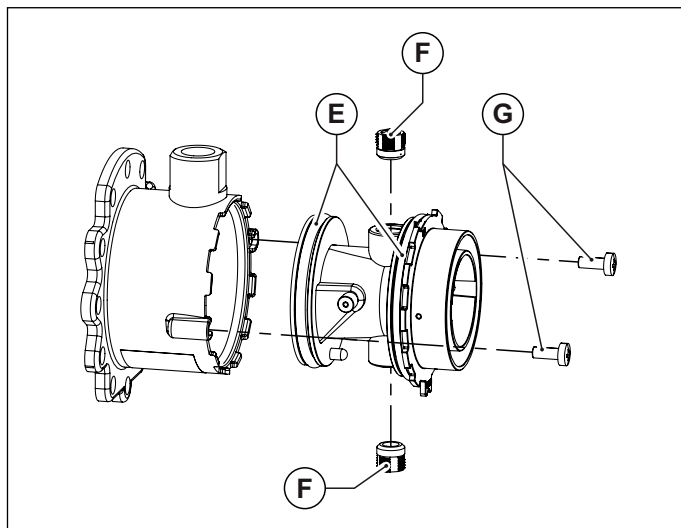
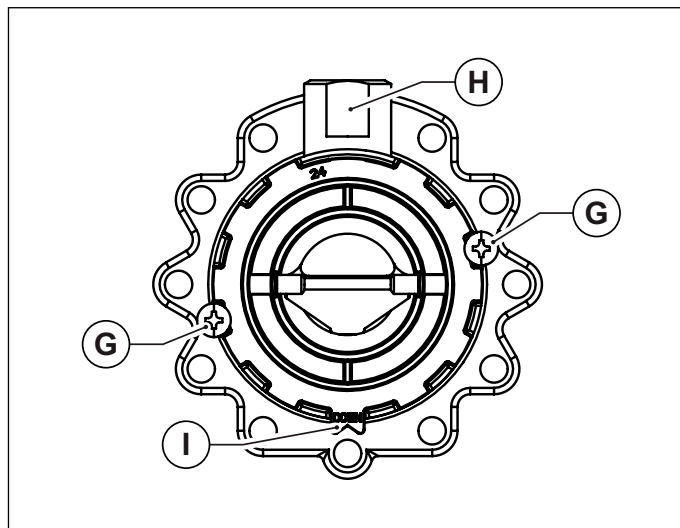

Fig. 27 Corpo in plastica del miscelatore
Fig. 28 Orientamento di montaggio
- Sfilare il corpo in plastica del miscelatore, svitando le due viti di fissaggio (vedi Fig. 27 Corpo in plastica del miscelatore).
- Svitare i due ugelli del miscelatore utilizzando una chiave a brugola da 6 mm (vedi Fig. 27 Corpo in plastica del miscelatore).
- Rimontare il corpo in plastica (Venturi) inserendolo nel miscelatore e avvitandolo con le viti di fissaggio, avendo cura di non danneggiare le guarnizioni o-ring che sono montate agli estremi del corpo in plastica (vedi Fig. 27 Corpo in plastica del miscelatore) e di rispettare l'orientamento di montaggio (vedi Fig. 28 Orientamento di montaggio).
- Montare il mixer riasssemblato al ventilatore con le viti a brugola, avendo cura di riposizionare, fra mixer e ventilatore, l'o-ring di tenuta (vedi Fig. 27 Corpo in plastica del miscelatore).